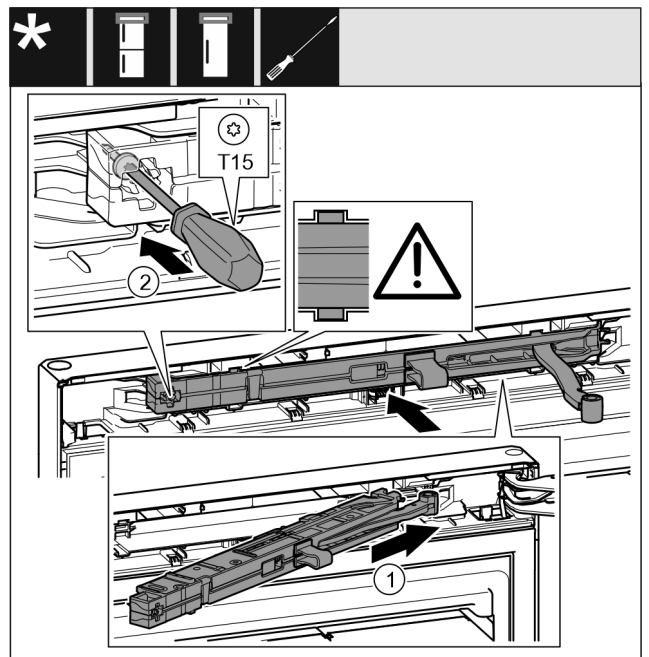

Fig. 49
- ▶ Uždarymo amortizatoriaus mazgą atraminės gembės pusėje įstrižai įkiškite į griovelį. Fig. 49 (1)
- ▶ Atsuktuvu T15 tvirtai prisukite varžtą. Fig. 49 (2)